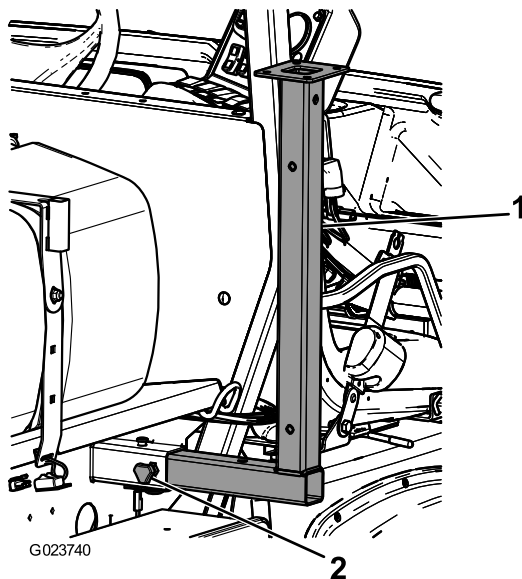

図 40
1. 車両前部のロープ掛けポイントの近くのフレーム部に、前ジャッキスタンドを逆さにして差し込む 図 40